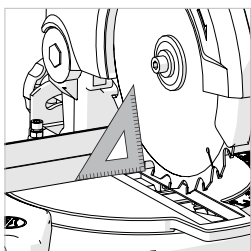

Рис. 8
- Приложите угольник одной короткой стороной к столу, а другой – к диску (в промежутке между карбид-вольфрамовыми выступами) (**рис. 8**).